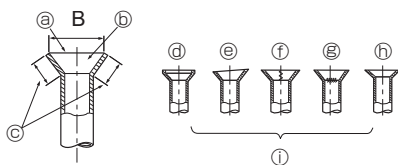

Fig. 4-7
4.2.5. Comprobación (Fig. 4-7)